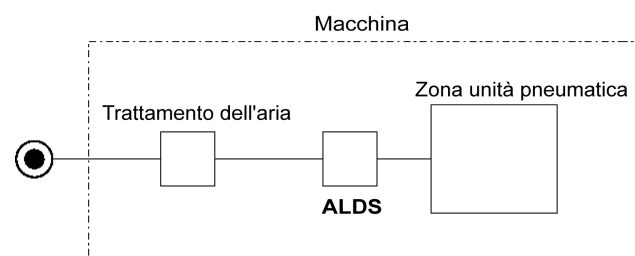

Figura 7
- Il dispositivo ALDS viene di solito installato nella linea di alimentazione di aria compressa della macchina da controllare, vedere Figura 7.